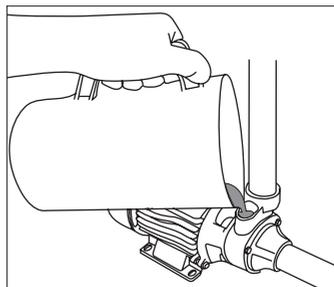

Fig. 07
2. Despeje água pela abertura do bujão, até encher completamente o sistema [Fig. 07].